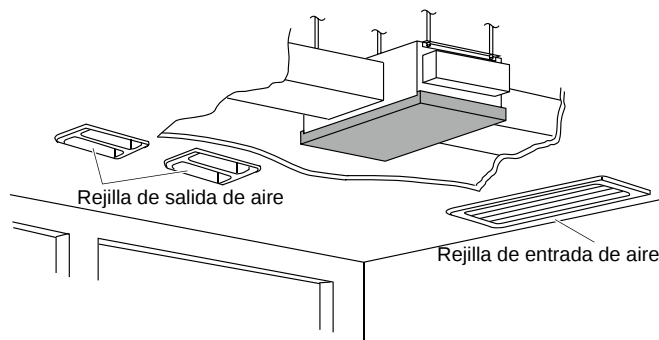

Fig. 3-95
- Rellene todos los espacios intermedios del tubo de la unidad con aislante o una sustancia similar para evitar fugas de aire. (Fig. 3-95)